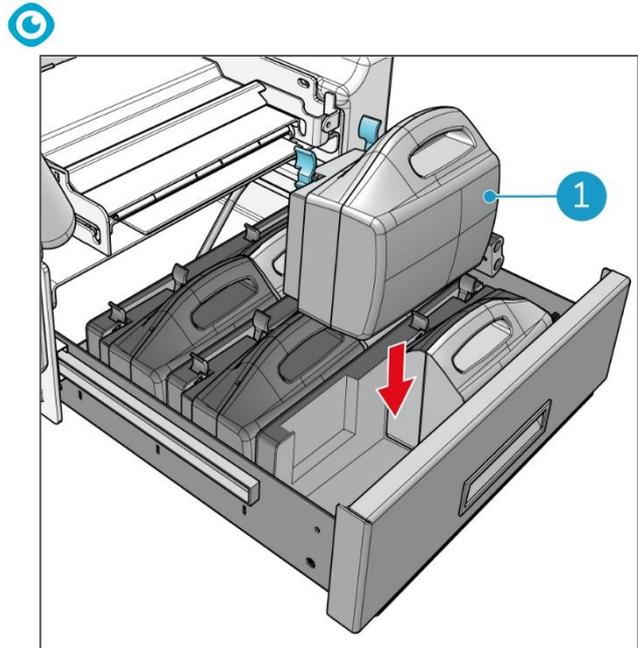

Abbildung 15
4. Legen Sie die Akkus in die Akkuschublade. Die Akkus müssen hörbar einrasten (Abbildung 15, Pos. 1).